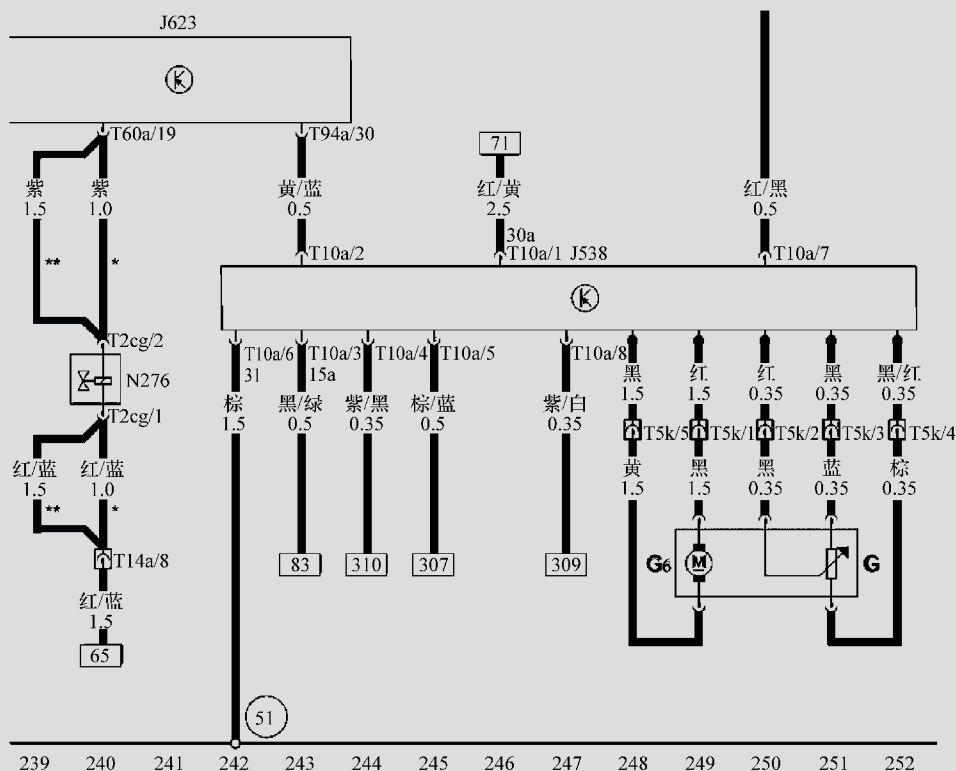

图 19-14 途观 1.8 TSI 发动机部分电路图
- ① 高压泵供电电源不正常。
- ② 发动机控制端故障。
③ 高压泵机械故障或者燃油压力调节阀 N276 故障。
④ 发动机电脑板故障等。
4) 结合图 19-14 所示的发动机电路图进行测量,在不拔下 N276 电磁阀的情况下启动发动机,测量 T2cg/2 处的电压为 13V 左右,供电电压正常。